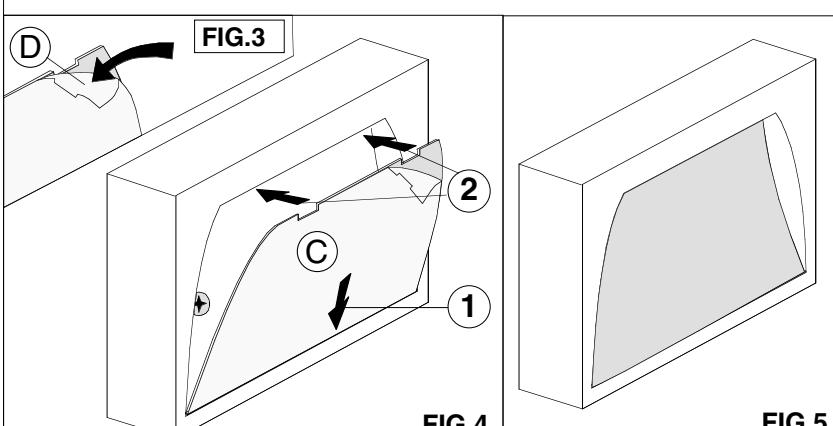
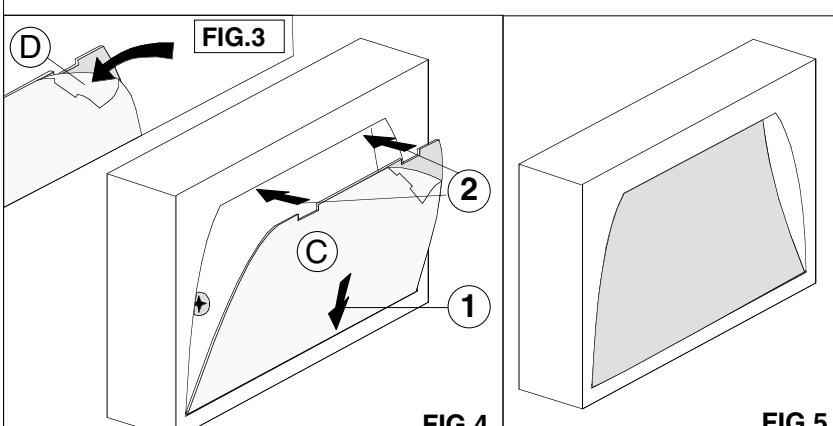

FIG.3
FIG.4
- Staccare un lembo della pellicola D dal riflettore C e inserirlo nella cava inferiore.**FIG.3 FIG.4/1**
- Bloccare il riflettore facendo pressione sulla parte superiore fino all'inserimento delle tacche nelle apposite sedi.**FIG.4/2**
- Remove a strip of film D from the reflector C and insert it into the inferior pit.**FIG.3 FIG.4/1**
- Block the reflector pushing on the upper part until the insertion of the notch into the appropriate pits.**FIG.4/2**
- supprimer une bande de film D du réflecteur C et insérer vers le bas.**FIG.3 Fig.4/1**
- Fixez le réflecteur poussant le haut pour l'insérer.**FIG.4/2**
- quitar una tira de película D del reflector C y ponerlo en la parte inferior.**FIG.3 Fig.4/1**
- Asegurar el reflector empujando hacia arriba la parte superior para insertar. **FIG.4/2**